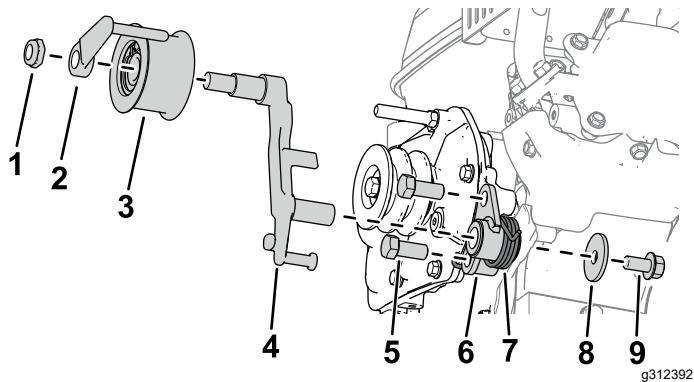

Figure 3
5. Fixez le support d'embrayage sur le boîtier d'engrenages à l'aide de 2 boulons (7/16" x 1"), comme montré à la Figure 3.
6. Montez le levier d'embrayage sur le support d'embrayage (Figure 3).
7. Fixez le ressort de torsion sur le support d'embrayage à l'aide d'une rondelle (3/8" x 1 3/8") et d'un boulon (3/8" x 3/4"), comme montré à la Figure 3.
8. Montez la poulie de tension sur le levier d'embrayage avec un guide-courroie et un écrou hexagonal (Figure 3).